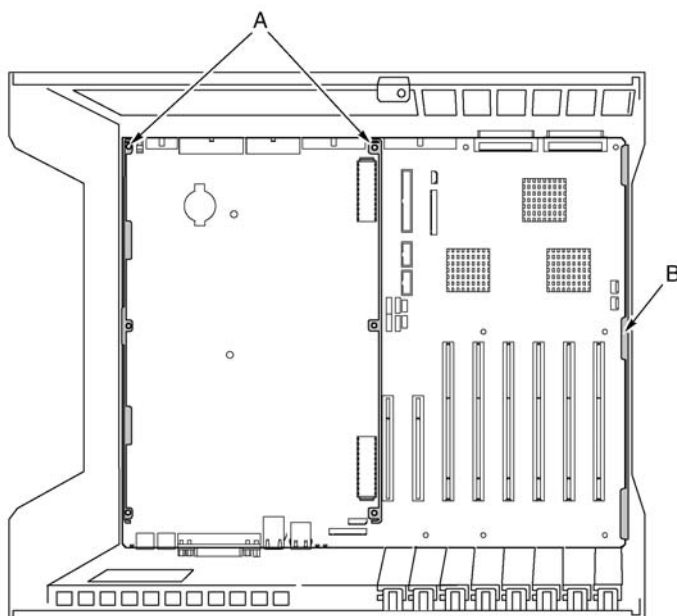

Figura 25 – Montaggio della scheda madre
- 9 Rimuovere le sei viti, la protezione in plastica e le staffe di montaggio della scheda del processore utilizzate per fissare la scheda madre all'alloggiamento elettronica (Figura 25, A).
- 11 La scheda è inserita nelle fessure del pannello in schiuma (Figura 25, B) su una delle estremità del telaio. Sollevare il lato opposto della scheda ed estrarre l'estremità della scheda dalle fessure sul pannello in schiuma.
- 1 Tenendo il lato posteriore rivolto verso l'esterno e la scheda madre orientata in modo che i connettori I/O siano allineati con l'incavo sul lato posteriore sinistro del telaio (Figura 25), abbassare il lato destro della scheda madre sull'alloggiamento elettronico e inserire l'estremità della scheda nelle fessure del pannello in schiuma (Figura 25, B).
- b Allineare i sei fori di montaggio della scheda madre (Figura 25, B) con gli appoggi filettati sulla base dell'alloggiamento elettronica.